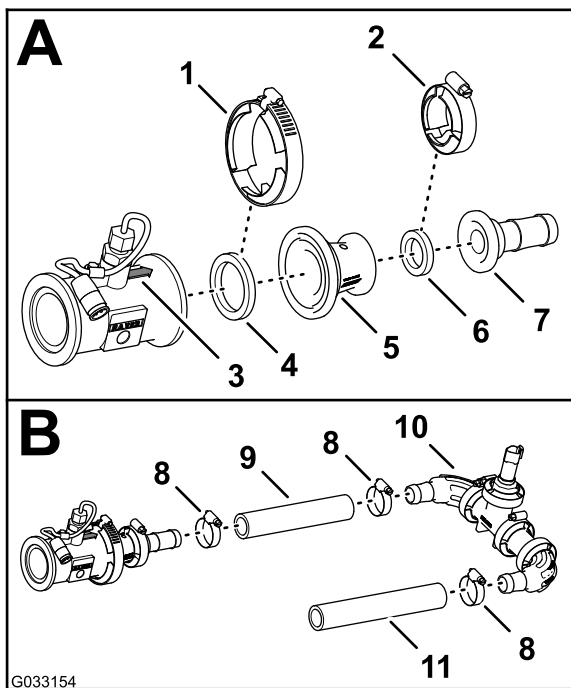

Figura 125
- Allineate la guarnizione (2 $\frac{1}{4}$ ") e l'adattatore del riduttore all'estremità del flussometro indicata dalla freccia direzionale (Figura 125).
- Fissate il flussometro, la guarnizione e l'adattatore del riduttore (Figura 125) con un morsetto flangiato da 76 mm.
- Allineate la guarnizione (2 1/4") e il raccordo dentellato del flessibile all'estremità dell'adattatore del riduttore (Figura 125).
- Fissate il raccordo dentellato flangiato, la guarnizione e l'adattatore del riduttore (Figura 125) con un morsetto flangiato da 51 mm.
- Montate il flessibile (1" x 7 1/4") sul raccordo dentellato flangiato e sul raccordo dentellato a gomito del trasduttore di pressione e del collettore, come illustrato nella Figura 125.
- Fissate il flessibile e i raccordi dentellati con 2 fascette stringitubo (Figura 125).
- Montate il flessibile (1" x 8 1/2") sull'altro raccordo dentellato a gomito del trasduttore di pressione e del collettore, come illustrato nella Figura 125.
- Fissate il flessibile e il raccordo dentellato con una fascetta stringitubo (Figura 125).